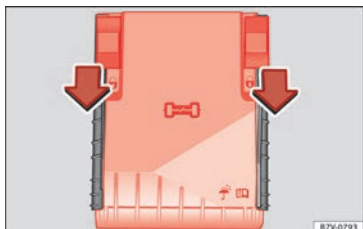

Bild 60 I motorrummet: lock till säkringsdosa
- Ta bort säkringsdosans lock genom att trycka låsflikarna framåt i pilens riktning » bild 60.